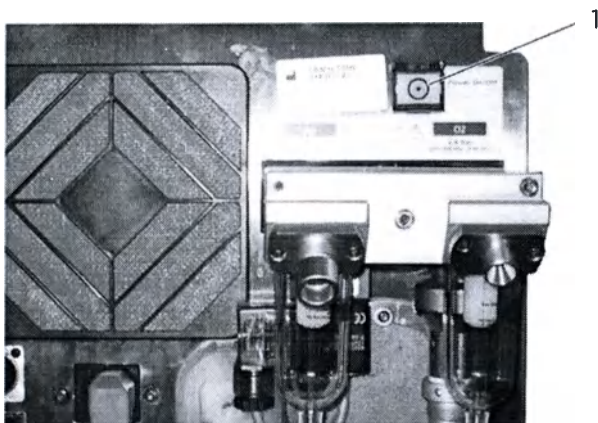

Рисунок 2-23. Выключатель
1. Включите аппарат ИВЛ (рис. 2-23). Аппарат начнет самотестирование. На короткое время будет воспроизведен звуковой сигнал тревоги.